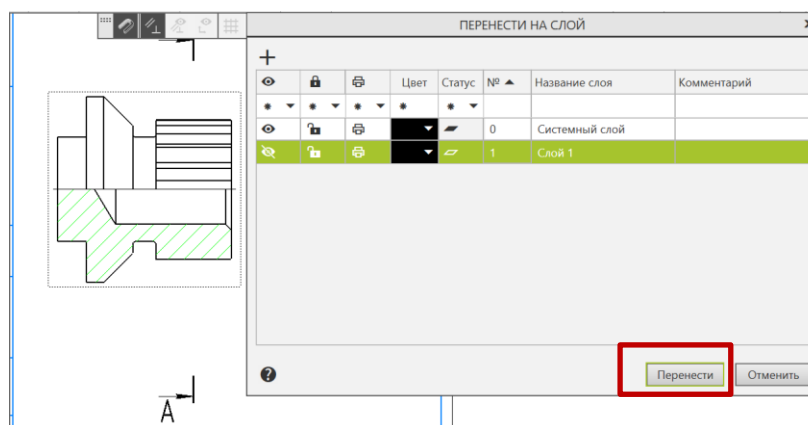

Рис. 14 Перенос линий штриховки перенести на новый слой
- Слой сделать невидимым (рис. 14).